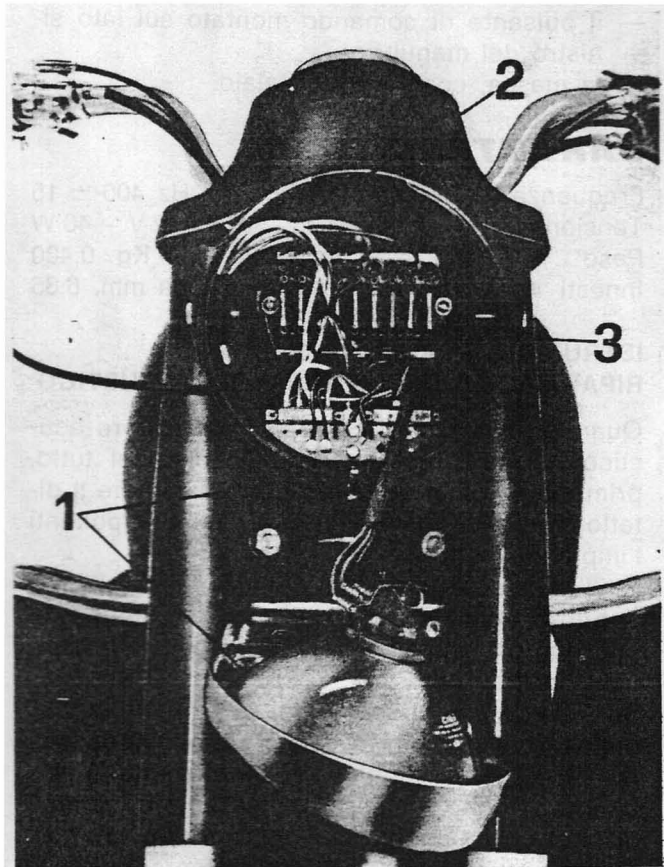

Fig. 115
### FARO ANTERIORE (vedere fig. 115).
### VALVOLE DI PROTEZIONE DELL'IMPIANTO ELETTRICO (FUSIBILI) (vedere 3 di fig. 115)
Le valvole sono poste sulla morsettiere del faro, per accedere alle valvole, occorre svitare la vite (1) che tiene la ghiera del gruppo ottico e sfilarla dall'orecchietta superiore (2) (vedere fig. 115).